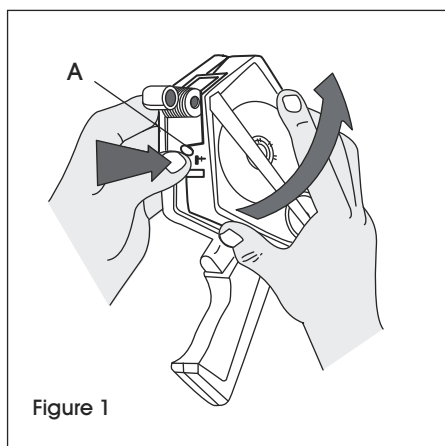

Figure 1
1. Depress (A) and lift to open cover. (See Figure 1)
1. Enfoncez (A) et soulevez pour ouvrir le couvercle. (Voir Figure 1)